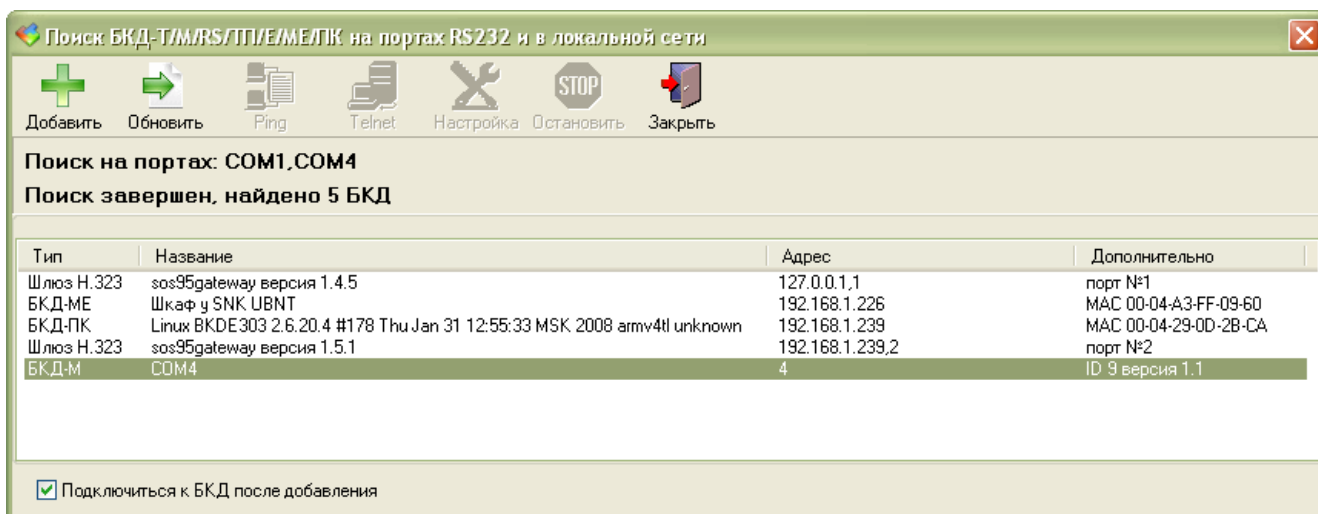

Рисунок 9 - Список найденных мастер-устройств
3) В программе RASOS выбрать режим работы БКД-М. Выполнить поиск мастер-устройств (рисунок 9). Подключиться к найденному БКД-М (USB-433) командой «Добавить».